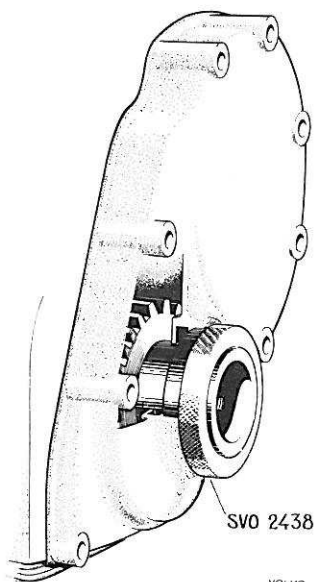

Figure 60. Centrage du carter de distribution,
11. Centrer le carter de distribution avec la douille 2438, figure 60. Tourner la douille en cours de serrage des vis et régler la position du carter de manière à ne pas bloquer la douille.